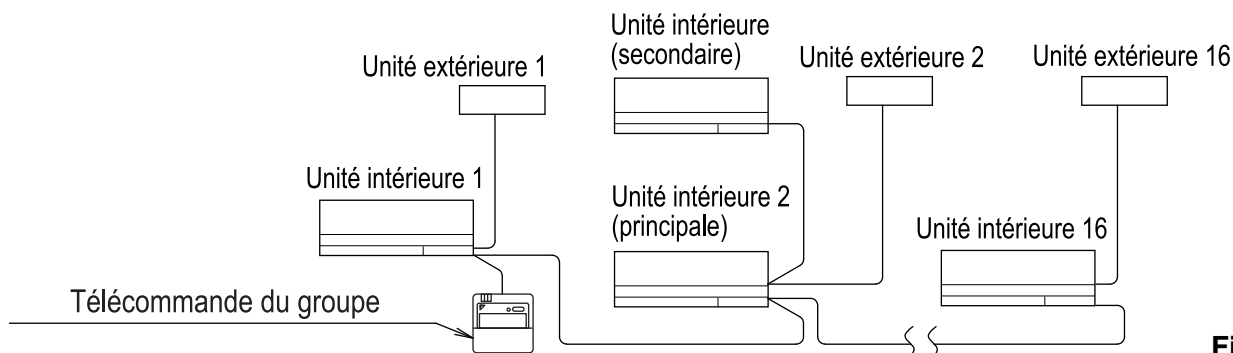

Fig. 27
- Lors de l'utilisation en tant qu'unité en paire ou unité principale pour le fonctionnement simultané de plusieurs unités, vous pouvez commander le démarrage/l'arrêt simultané (groupe) de 16 unités maximum à l'aide de la télécommande (**reportez-vous à la fig. 27**).